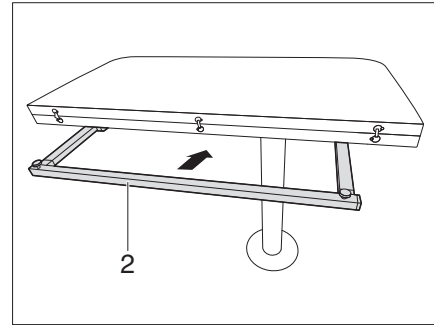

Bild 118 Klapptischunterbau einschieben
- Tischunterbau (Bild 118,2) einschieben.